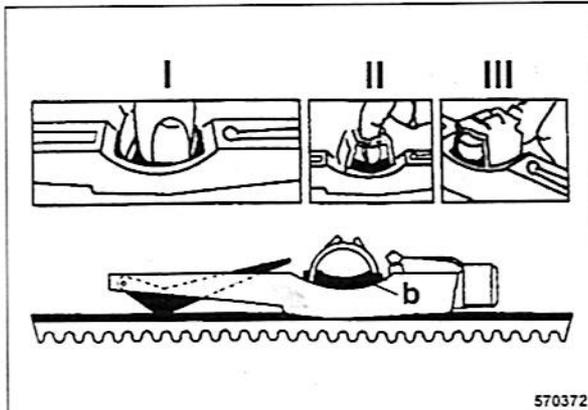

Fig. 161
- Accionar el dispositivo de medición b (Fig. 161) con el dedo (I ó II ó III) hasta el resorte de presión desencaja de forma audible o táctil respectivamente.